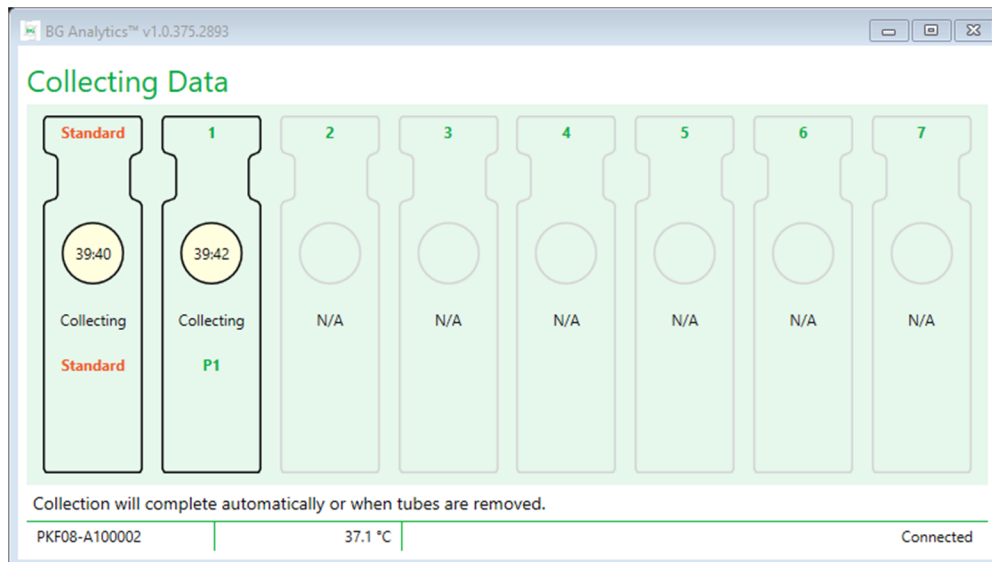

Figura 13. Ecrã de Recolha de Dados do BG Analytics® com STAT STD no alvéolo Standard e um (1) tubo de amostra de doente no alvéolo nº 1
4. Continue na mesma forma com todos os tubos de STAT RGT contendo a amostra do doente (conforme mostrado na Figura 13).